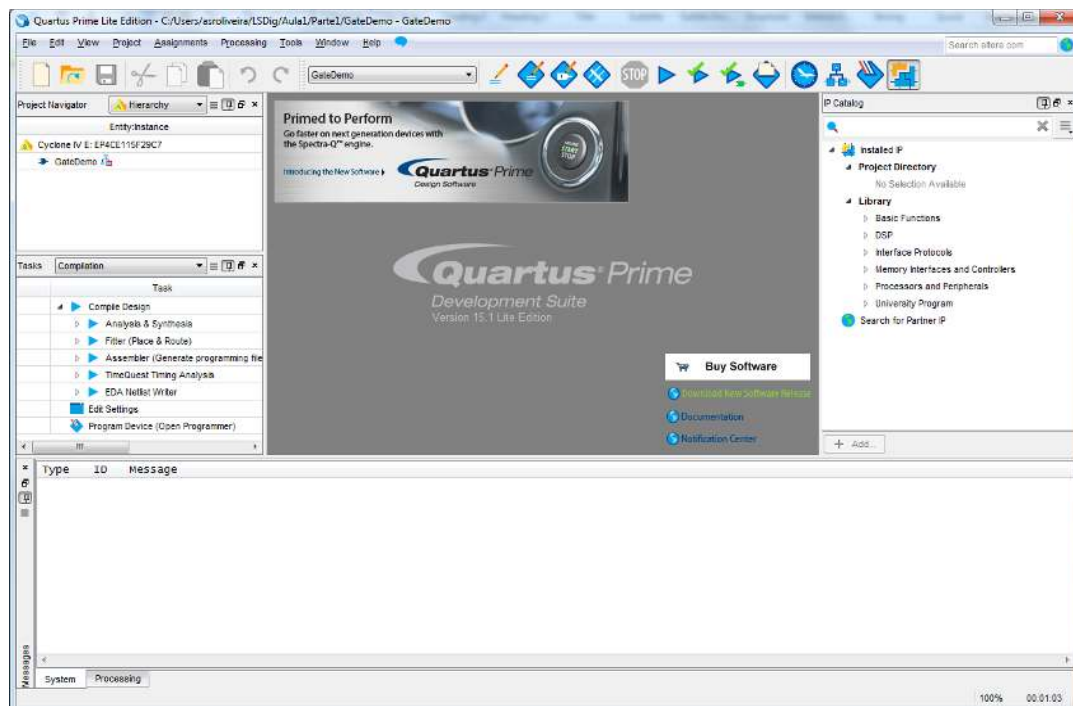

Figura 10 – Aspeto do “Quartus Prime” IDE após a criação do projeto.
2. Após premir “Finish” o IDE “Quartus Prime” deve apresentar o aspeto da Figura 10.